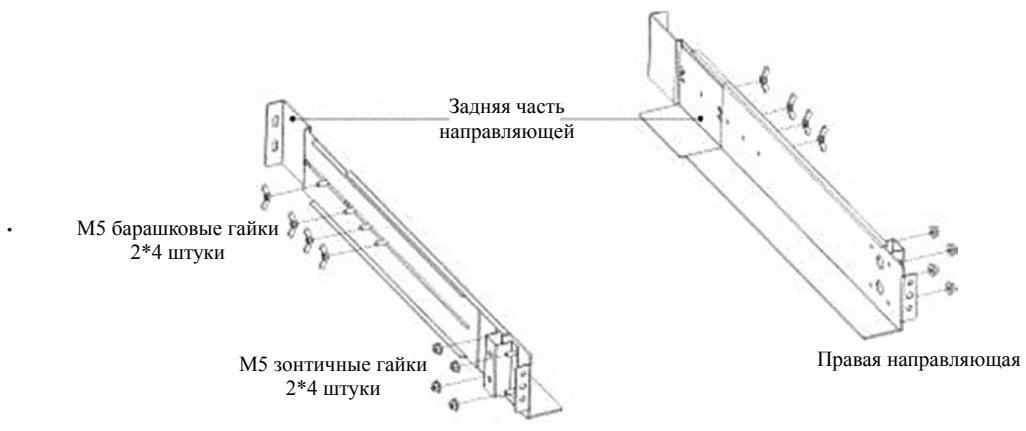

Рисунок 1 Сборка направляющих
- Закрутите четыре барабановые гайки M5 на каждой для фиксации глубины рельс (см. рисунок 1 выше).